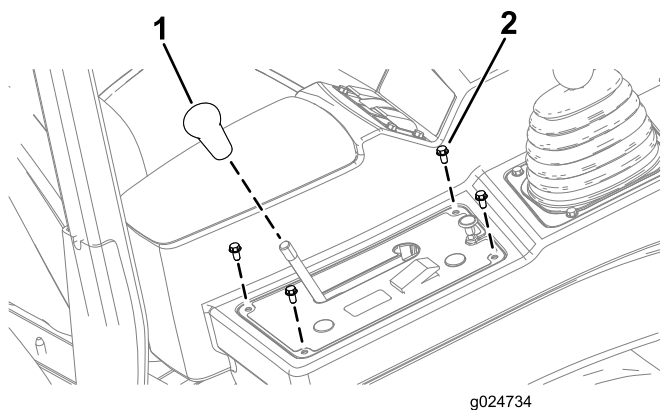

Figura 45
1. Remova o manípulo da barra do bloqueio do diferencial (Figura 45).
2. Retire os quatro parafusos de cabeça sextavada (1/4 pol. x 1/2 pol.) como se mostra na Figura 45.
9. Instale o manípulo na barra do bloqueio do diferencial (Figura 45).